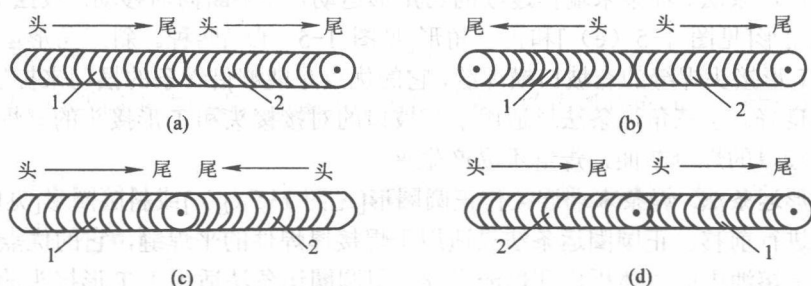

图 1-6 焊缝接头的四种方式
- (1) 后焊焊缝的起头与先焊焊缝结尾相接，如图 1-6 (a) 所示。
- (2) 后焊焊缝的起头与先焊焊缝起头相接，如图 1-6 (b) 所示。
- (3) 后焊焊缝的结尾与先焊焊缝结尾相接，如图 1-6 (c) 所示。
- (4) 后焊焊缝的结尾与先焊焊缝起头相接，如图 1-6 (d) 所示。